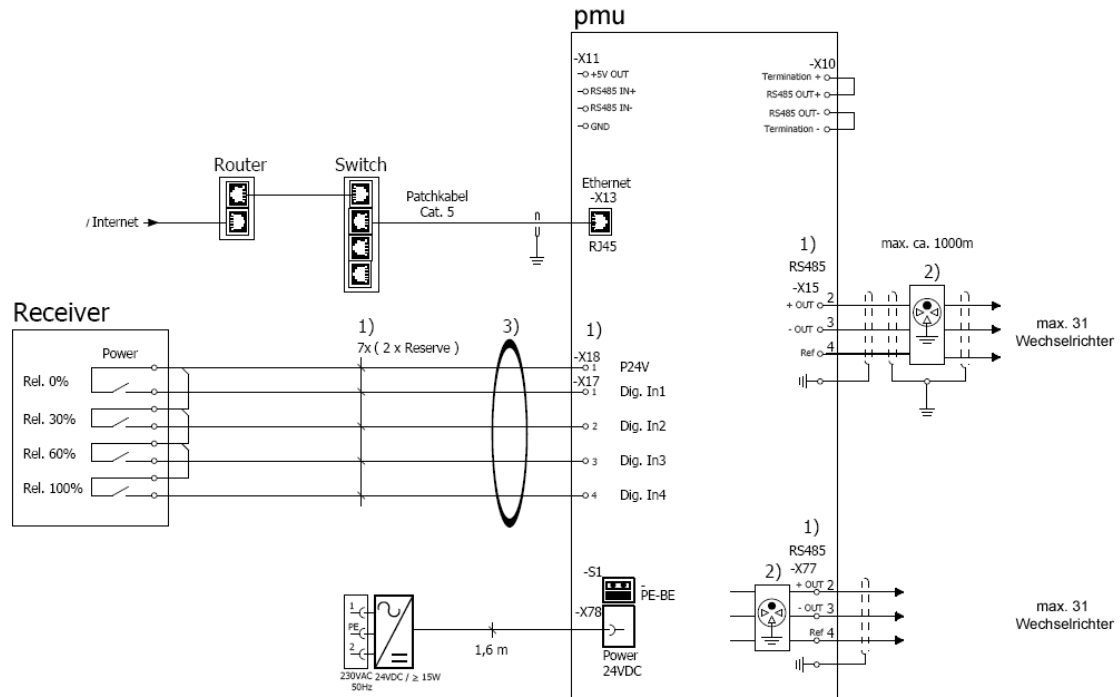

Bild 5: Anschlussplan
- Der Anschluss des externen Rundsteuersenders an die pmu erfolgt mit einem 7-adrigen Kabel (vorzugsweise Ölflex) an den Klemmen X18.1 und X17.1-4. Siehe Anschlussplan Bild 5.